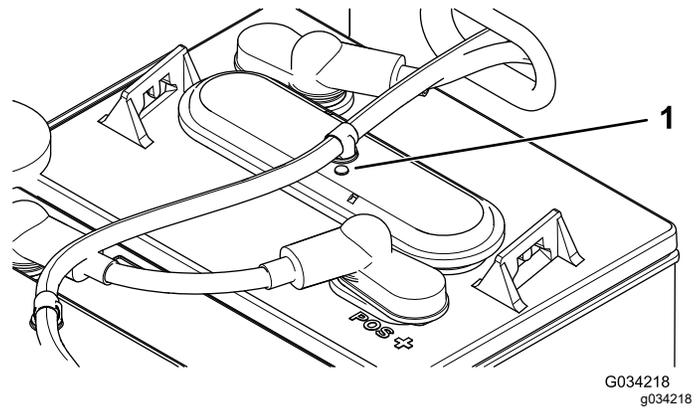

Figura 38
3. Verifique os ilhós em cada bateria para ver se são pretos ou brancos (Figura 38).